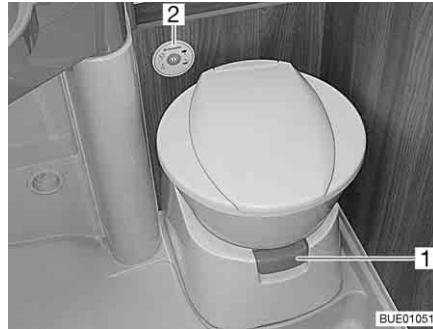
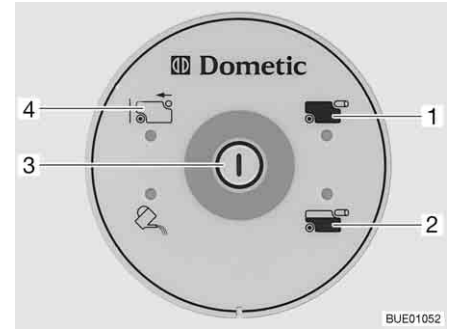

Fig. 285 Bacia sanitária com unidade de controlo e de comando
Fig. 286 Unidade de controlo e de comando da sanita
Antes da utilização da sanita, deixe correr um pouco de água na bacia sanitária. Para isso, prima o botão do autoclismo (Fig. 286,3) na unidade de controlo e de comando (Fig. 285,2).
- Antes de limpar, abra a corredeira da sanita. Para isso, puxe para fora a alavanca da corredeira (Fig. 285,1).
- Para efetuar a lavagem, prima o botão do autoclismo (Fig. 286,3).
A luz piloto (Fig. 286,2) acende-se, quando a cassete está cheia até 3/4.
A luz piloto (Fig. 286,1) acende-se, quando a cassete tem de ser despejada.
- Empurre para dentro a alavanca da corredeira (Fig. 285,1). A corredeira é fechada. Para efetuar o despejo, a corredeira da sanita **tem** de estar fechada.
- Incline ligeiramente a cassete e depois retire-a completamente. Na unidade de controlo e comando acende-se a indicação "Cassete retirada" (Fig. 286,4).